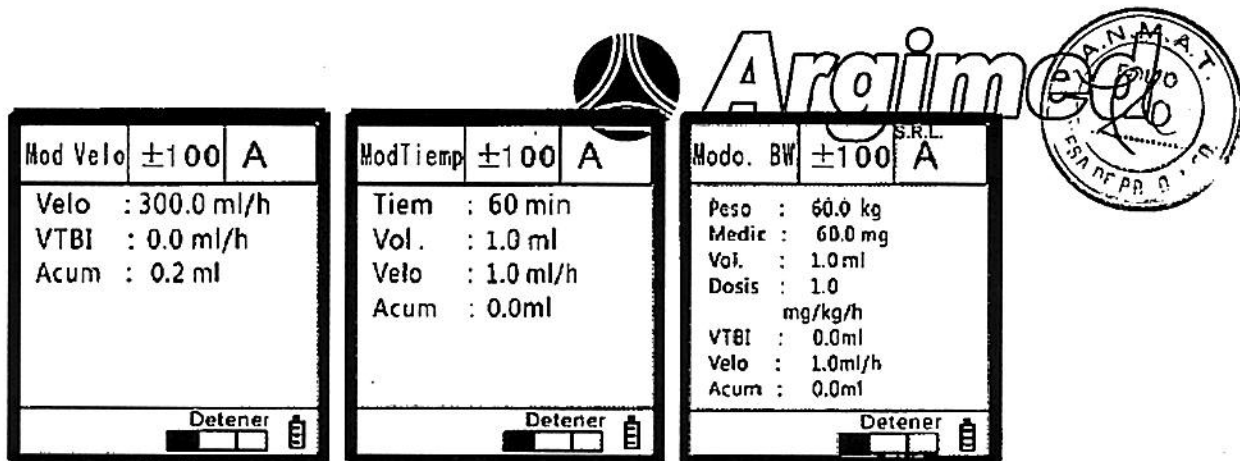

Figura 8
Cuando el equipo se enciende entra en el panel de modo Velocidad de flujo por defecto, si el operador desea acceder a otros modos de infusión, puede pulsar la Tecla de comienzo/Bolus, en donde el panel mostrará circulatoriamente el modo Velocidad de flujo, modo Tiempo y modo Peso (BW) como se indica en la figura 8